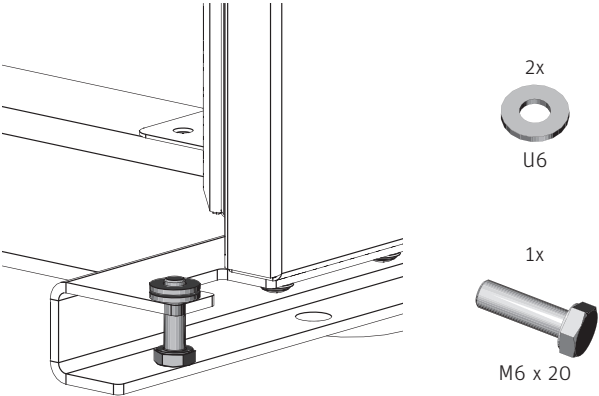

Fig. 75 Avvitare la vite a testa esagonale di circa 5 mm e inserire 2 rondelle a U
- ▶ Avvitare la vite a testa esagonale M6x20 nel cuscinetto della porta in basso per circa 5 mm e inserire 2 rondelle U6 – Fig. 75.